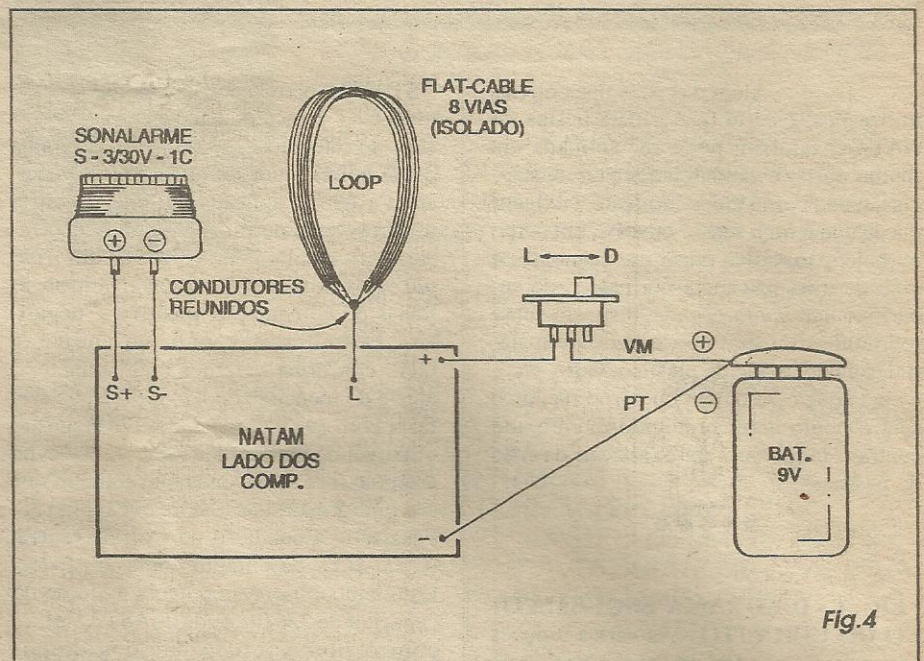

Fig.4
- FIG. 4 - CONEXÕES EXTERNAS À PLACA - O lado pelo qual o impresso é visto no diagrama corresponde ao mesmo já mostrado na figura anterior, só que agora limpo das peças que ficam diretamente sobre o fenolite, para descomplicar o visual... Alguns pontos das conexões externas, merecem atenção: a polaridade da alimentação é um detalhe, observando que a velha convenção indica o positivo através da cor vermelha no respectivo cabo vindo do clip da bateria, enquanto que o negativo é representado pelo fio preto... Intercalar o interruptor geral da alimentação no cabo do positivo (vermelho). O sinalizador piezo também apresenta terminais polarizados, marcados no corpo do
jamais se manifestando, mesmo com a mão da pessoa firmemente premindo a maçaneta...). Se isso se verificar, basta substituir o loop por uma conexão direta, conforme mostra o diagrama... Um pedaço de cabinho isolado flexível (não mais do que uns 10 cm.) deve ter uma das suas extremidades ligada ao ponto L da placa (rever FIG. 4), ficando a ponta livre do dito fio conectada a uma pequena garra jacaré... Na instalação